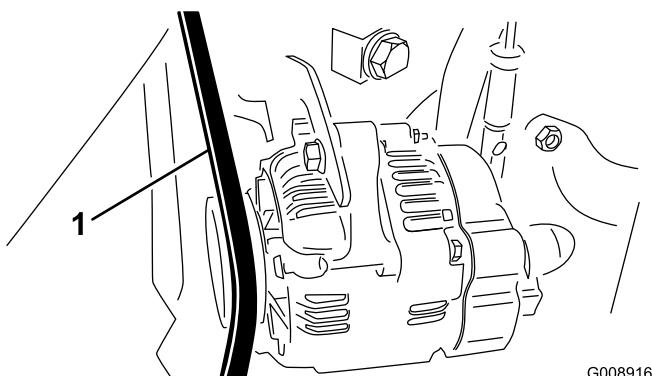

図 66
- ベルトのスパンの中央（オルタネータとクランクシャフト プーリの間）を30N·m（10 kg）の力で押して点検する（図 66）。